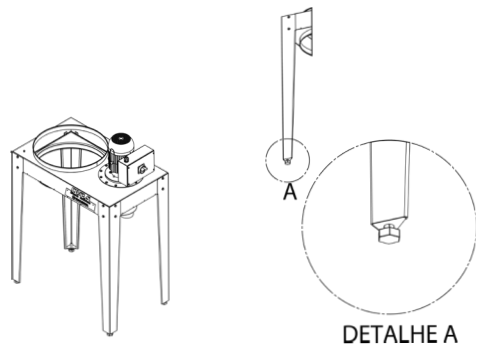

figura 3
3. Com a ajuda de mais uma pessoa, gire o coletor de pó para a posição correta, ajustando os pés do equipamento, nivelado conforme o necessário (figura 3):